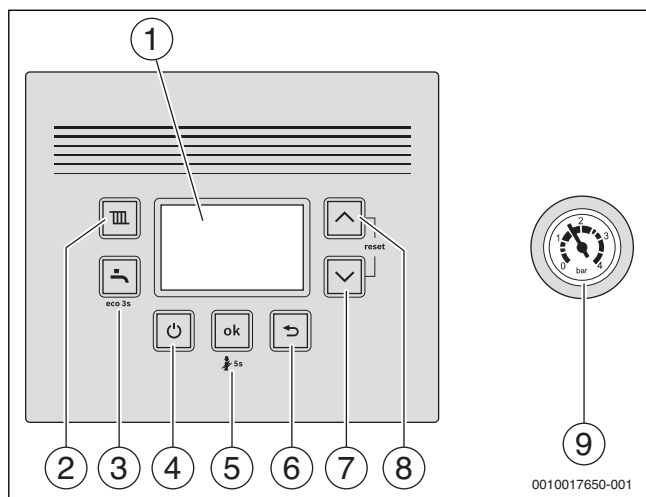

Fig. 1
- ▶ Opriți aparatul folosind tasta  (→ fig. 1).